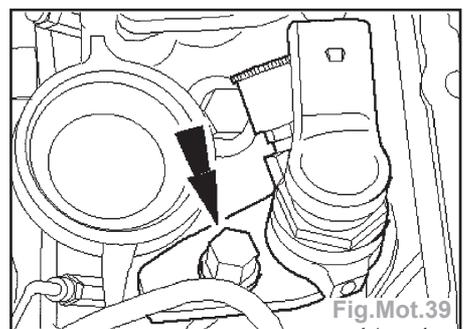

Fig.Mot.39
- libérer le clip de verrouillage (1),
- tirer sur la canalisation de retour de carburant (2).
- Déposer l'injecteur et la bride (mettre la vis de fixation au rebut) (Fig.Mot.39).